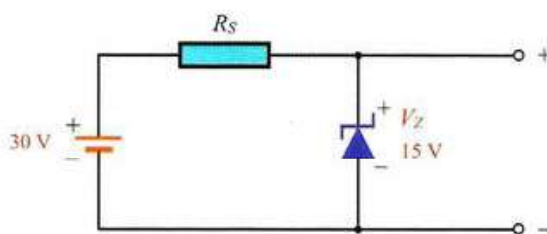

Figura 13.36.
- 13.6. Si el Zener del circuito de la Figura 13.36 posee una potencia nominal de 300 mW, determina el valor mínimo de R_s para que el diodo Zener no se destruya.
- 13.7. ¿Cuál será la potencia a la que trabajará el diodo Zener del circuito de la Figura 13.36, si incluimos ahora en el circuito una resistencia de polarización R_s de 1 k Ω ?